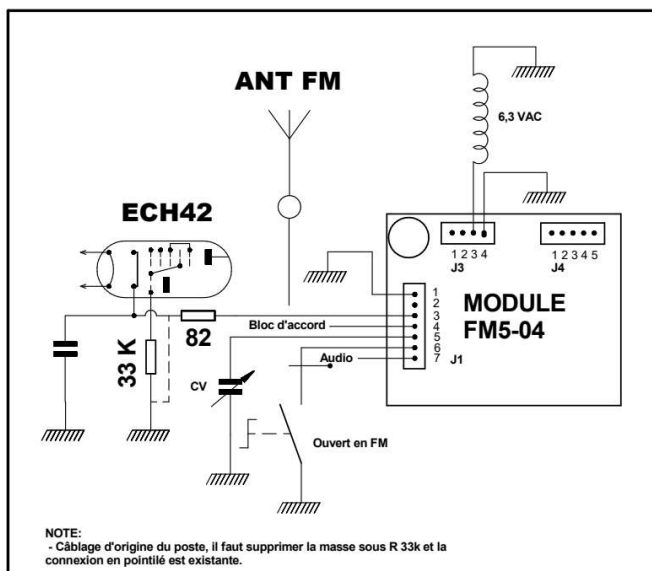

Figure 10 – Exemple d'utilisation avec une lampe ECH42. (Modification et coupure polarisation lampe).
- Via le commutateur FM / AM et le fil J&.3, le module sera capable de déconnecter la cathode de la lampe changeuse de fréquence de la masse, quand on écoute la modulation de fréquence avec le poste de radio. En modulation d'amplitude, la connexion à la masse de la cathode est rétablie, et le poste fonctionnera comme avant. La déconnexion de la cathode de la lampe sert à couper l'oscillateur local AM et ainsi les harmoniques de cet oscillateur ne sont plus susceptibles de perturber la réception en FM. Dans certains cas, il pourra être nécessaire de modifier légèrement le câblage d'origine du poste, voir plan figure 10. On doit toujours vérifier si l'oscillateur AM fonctionne correctement après cette modification. Sans cette modification, la tension cathodique deviendrait trop élevée. Selon les spécifications de l'époque concernant la lampe ECH42, cette tension ne doit pas dépasser les 100V.